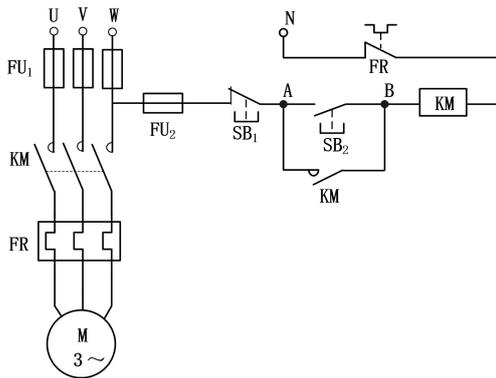
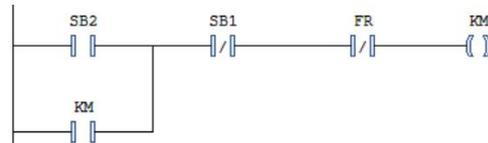
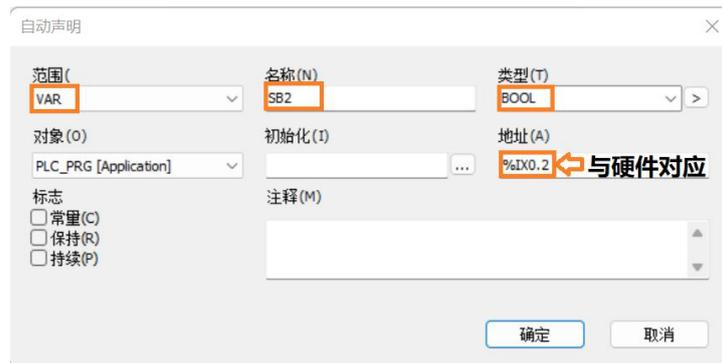

图 1.34 电机启停控制电路
图 1.35 电机启停梯形图程序
图 1.37 自动声明变量对话框
电机启停控制电路如图 1.34 所示，采用 PLC 程序代替“控制电路”部分进行电机启停控制，PLC 控制梯形图程序如图 1.35 所示。
图 1.35 所示的梯形图程序编程方法如下：单击工具栏中的图标“”，插入一个常开触点指令，删除触点上方的“???”，并输入常开点名称“SB2”。由于变量 SB2 在程序中未被事先声明，会弹出“自动声明”对话框，如图 1.37 所示，默认变量范围为“var”（局部变量），类型为“BOOL”（布尔型，取值为 true/false）。该变量是来自 PLC 输入模块的指令，需按输入/输出信号分配情况设置与输入模块相应通道对应的地址——%IX0.2。最后点击“确定”关闭对话框，完成变量的自动声明。程序段 1 的起始线上接入了变量 SB2 的常开触点。
继续单击工具栏中的图标，依次输入变量 SB1 的常闭触点 、变量 FR 的常闭触点 、变量 KM 的线圈  和变量 KM 的常开触点 （自锁触点，与 SB2 的常开触点并联），完成图 1.35 梯形图程序的编制。在编程过程中会自动声明变量 SB1、FR、KM，程序中所有变
- 编程时自动声明：如图 1.37 所示，可在编程时直接输入变量名称，未声明的变量会弹出“自动声明”对话框，用户编辑变量类型和地址等相关信息即可。